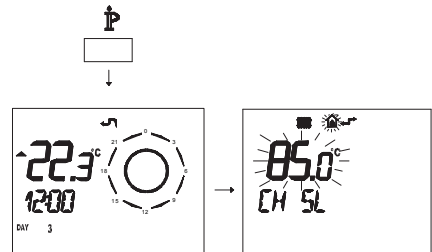

Figura 5.35
- Pulse durante más de 3 segundos el botón para entrar en la modalidad **INFO** (Figura 5.35).